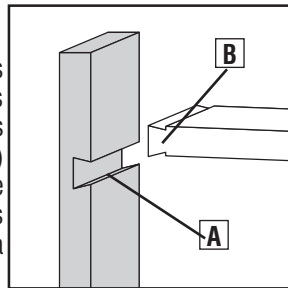

Fig. H1
On utilise souvent les assemblages à queues d'aronde coniques sur chant pour créer des étagères. Cet assemblage est formé de rainures légèrement coniques (A), fig. H1, et d'un tenon (B) dont la forme conique est similaire. L'assemblage se serre uniquement dans les derniers centimètres grâce à la forme conique des deux segments. Cela facilite l'assemblage.
- La planche à tenonner (B), fig. H1, doit être d'au moins 16 mm (5/8 po) d'épaisseur.
- La planche à rainurer (A) doit être d'au moins 13 mm (1/2 po) d'épaisseur.